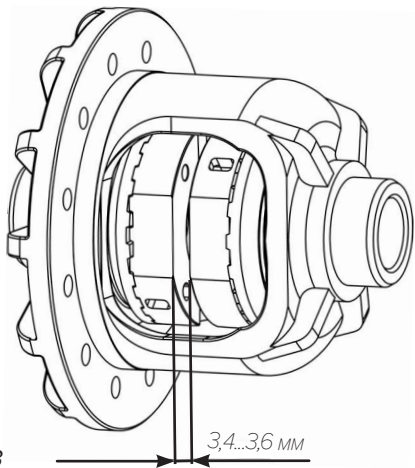

Рис. 3
13. Используя набор плоских щупов, измерьте зазор между муфтами как показано на **Рис. 3**. Зазор должен составлять от 3,4 до 3,6 мм.